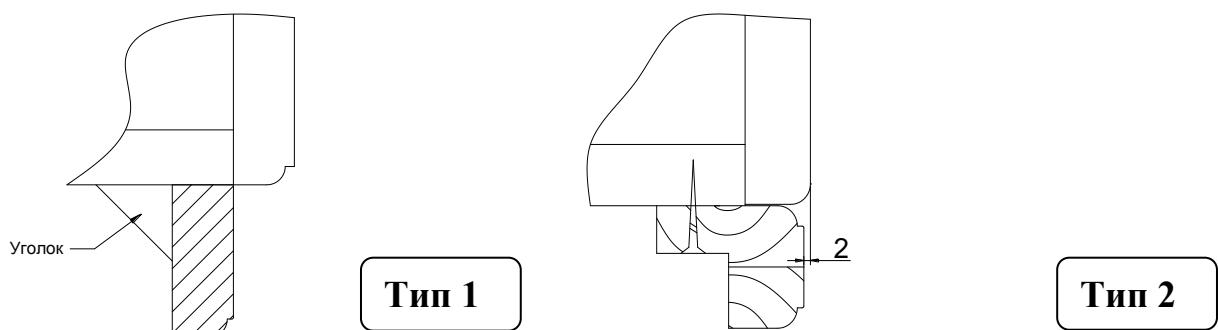

Рис. 20
1. В зависимости от модели может быть два типа нижнего карниза по способу установки. Тип 1 лицеется с корпусом, тип 2 лицеется с фасадом (рис. 20).